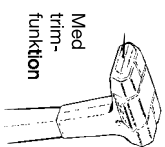

Fig. 17
- Smörj räfflorna i axeln (A fig.17) lätt och montera spaken.
- För spaken till ett växeläge. Tryck neutrallägeskrappen (B fig. 17&18) på plats.